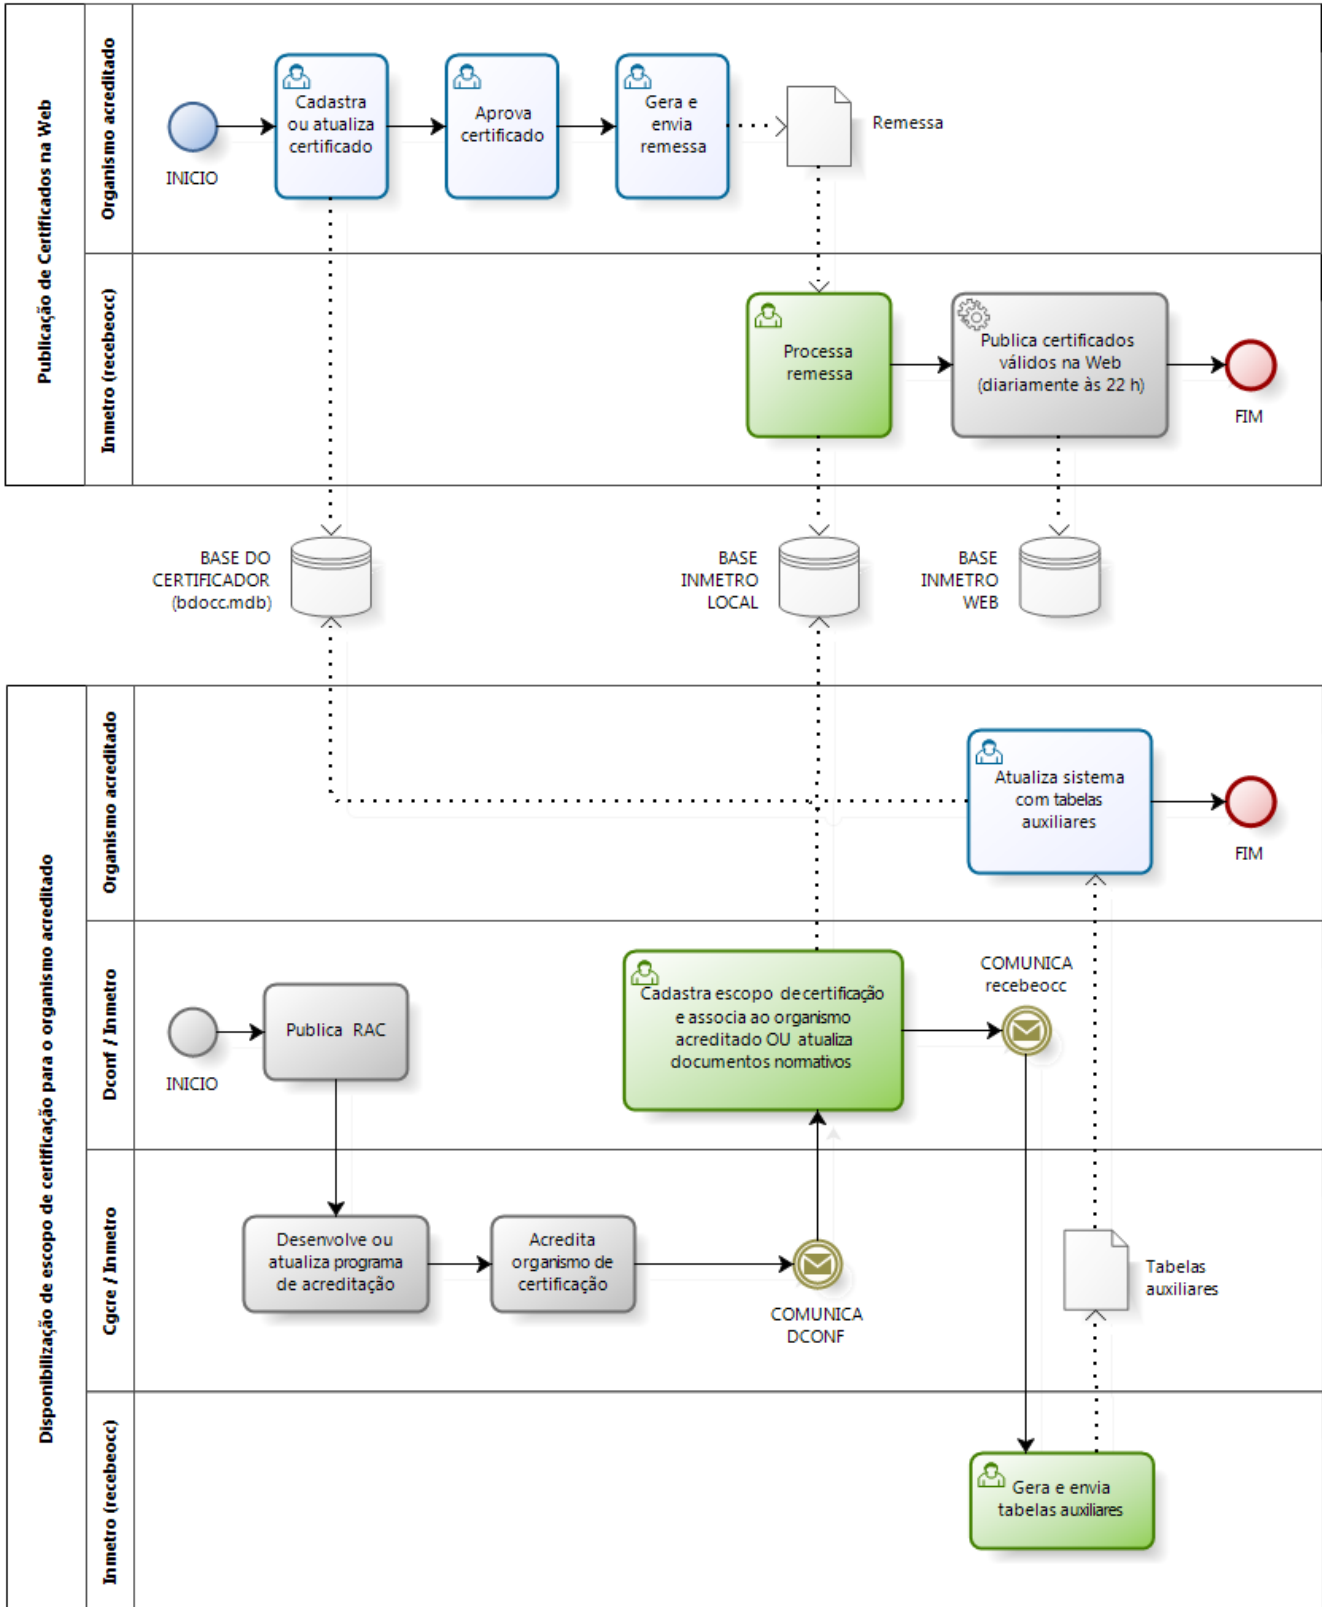

Figura 1 - Diagramas simplificados dos dois principais processos do ProdCert.
Essas responsabilidades são demonstradas na Figura 1, com diagramas simplificados dos dois principais processos envolvidos: (1) **Publicação de Certificados na Web** e (2) **Disponibilização de escopo de certificação para o organismo acreditado**.